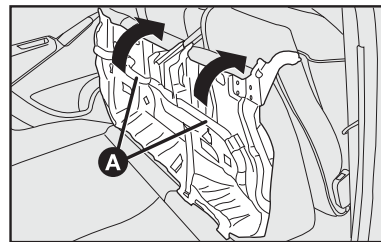

fig. 99
**6)** Em seguida, rebater o banco traseiro inteiro para a frente **fig. 99** de maneira a obter uma única superfície de carga.
1) Rebater para trás o banco traseiro completo utilizando os puxadores **A-fig. 99**.